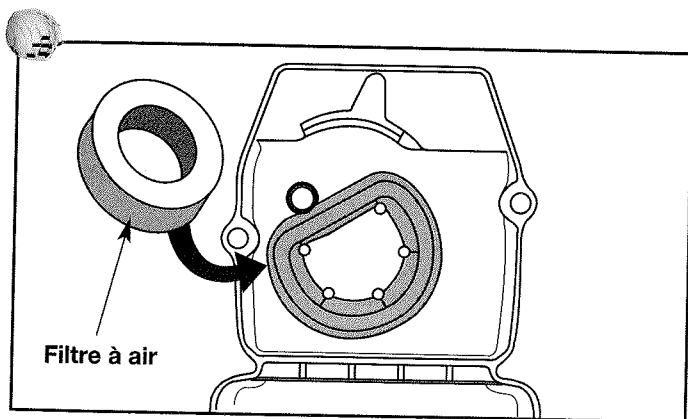

Fig. 24
2. Enlevez le filtre à air à l'arrière du carter de filtre à air/pot d'échappement (Fig. 24).
6. Remplacez le filtre à air dans le carter du filtre à air/pot d'échappement (Fig. 24).